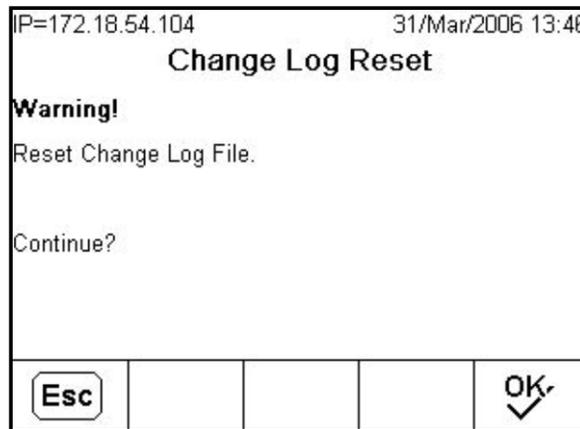

Figure C-33: Écran Change Log Reset
- Appuyez sur la touche programmable REINITIALISER ↻ pour réinitialiser le fichier journal. Un écran d'avertissement (Figure C-33) s'affiche vous demandant de confirmer. Toutes les saisies du journal de modification seront supprimées une fois le journal remis à zéro. Appuyez sur la touche programmable ÉCHAP [Esc] pour annuler l'opération ou sur [OK] pour la confirmer.
2. Appuyez sur la touche programmable REINITIALISER  pour réinitialiser le fichier journal. Un écran d'avertissement semblable à celui illustré sur la Figure C-33 s'affiche vous demandant de confirmer. Appuyez sur la touche programmable  pour continuer. Un message d'état s'affiche confirmant que la réinitialisation a bien été exécutée. Pour revenir à l'écran de configuration sans effectuer de réinitialisation, appuyez sur touche ÉCHAP .